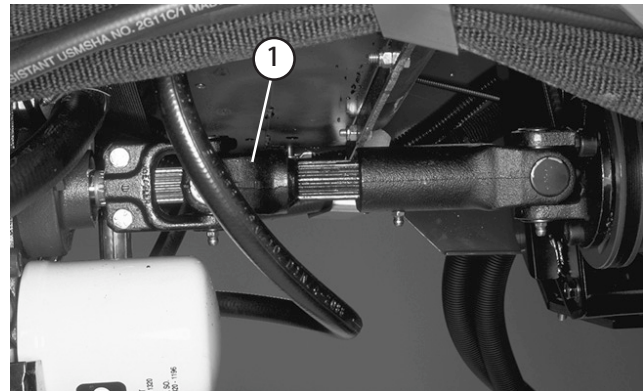

図 33
1. 駆動シャフトをエンジンの駆動カップラに固定しているキャップスクリューをゆるめて外す。駆動シャフトをトランスミッションに接続しているキャップスクリューを外す (図33)。駆動シャフトを取り外す。
5. 牽引作業が終了したら、図 33 に示すように駆動シャフトを元通りに取り付ける。スプラインにより、正しい方向以外では接続できないようになっている。